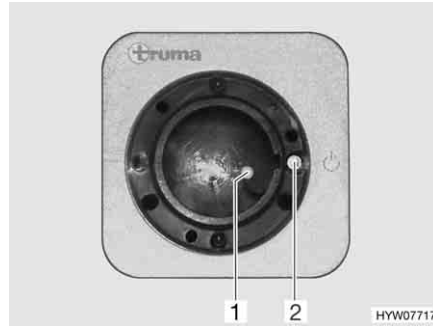
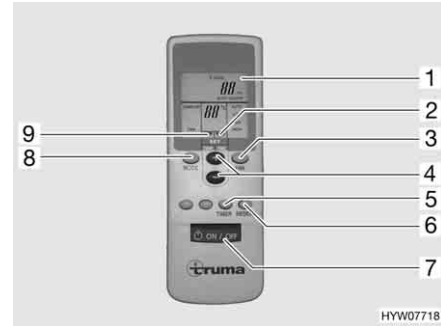

Bild 149 Empfänger
Bild 150 Fernbedienung
- Am Schalter (Bild 150,7) die Fernbedienung einschalten. Die grüne Kontroll-Leuchte (Bild 149,1) zeigt den Kühlbetrieb an.
- Die gewünschte Betriebsart mit der Taste (Bild 150,8) einstellen.
- Bei Bedarf mit den Tasten (Bild 150,3 und 4) die gewünschte Gebläseleistung und Raumtemperatur einstellen. Der Pfeil (Bild 150,9) zeigt den gewählten Einstellmodus an.
- ▷ Am Empfänger befindet sich ein zusätzlicher Tastschalter (Bild 149,2), mit dem die Klimaanlage auch ohne Fernbedienung aus- oder eingeschaltet werden kann. Wenn die Klimaanlage über diesen Tastschalter eingeschaltet wird, dann wird automatisch die zuletzt auf der Fernbedienung eingestellte Betriebsart gewählt.
- Zum Ausschalten die Taste (Bild 150,7) auf der Fernbedienung erneut drücken.
- Zum Programmieren die Klimaanlage mit der Taste (Bild 150,7) auf der Fernbedienung einschalten.
- Mit den Tasten (Bild 150,8, 3 und 4) die gewünschte Betriebsart und Raumtemperatur einstellen.
- Mit der Taste (Bild 150,5) die gewünschte Funktion (Bild 150,1) auswählen:
- Mit den Tasten (Bild 150,4) die gewünschte Schaltzeit wählen (1 bis 15 Stunden). Der Pfeil (Bild 150,2) blinkt und zeigt den Einstellmodus an.
- ▷ Mit der Taste (Bild 150,6) werden die Einstellungen der Fernbedienung wiederholt an den Empfänger gesendet.